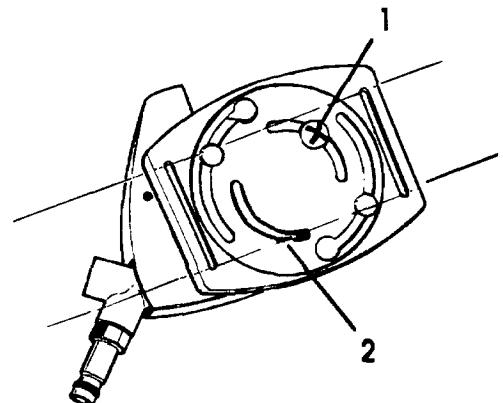

Fig. 2
- a) Skru opp skruen (Fig. 2 (1)) og roter skiven (Fig 2 (2)) og trekk til skruen.